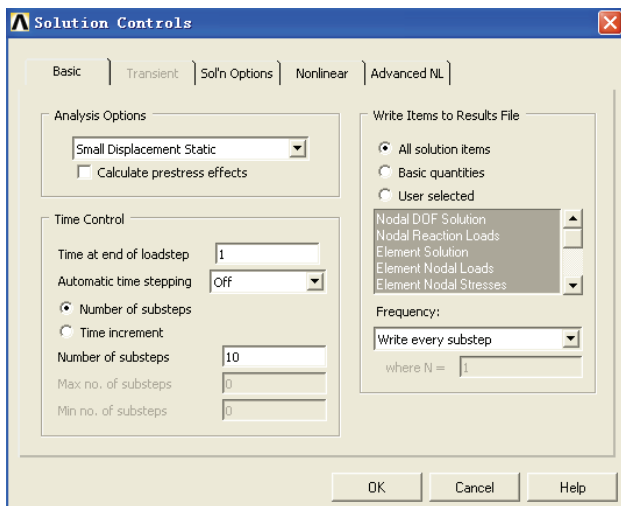

图 6-46 求解控制基本选项设置对话框
2) 选择 Main Menu | Solution | Analysis Type | Sol'n Controls 命令, 出现 Solution Controls 对话框, 参照图 6-46 所示对其进行设置, 单击 OK 按钮关闭该对话框。